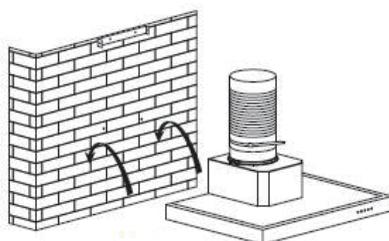

**Fig. 2**
- Après avoir déterminé la hauteur d'installation de la hotte, percez 6 trous de  $\varnothing 8$  mm aux emplacements appropriés sur le mur, puis insérez les chevilles dans les trous. Installez 2 vis (4\*30mm) pour suspendre l'appareil. Utilisez également 2 vis (4\*40mm) pour fixer le support intérieur de la cheminée au mur. Le support intérieur de la cheminée doit être placé au niveau le plus haut de la cheminée. Voir Fig. 2.